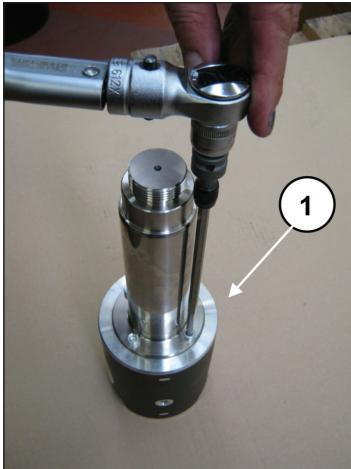

Fig. 38
Para separar a haste da guia do pistão, é necessário soltar os parafusos do cabeçote cilíndrico M6 com a chave apropriada (pos. ①, Fig. 38).